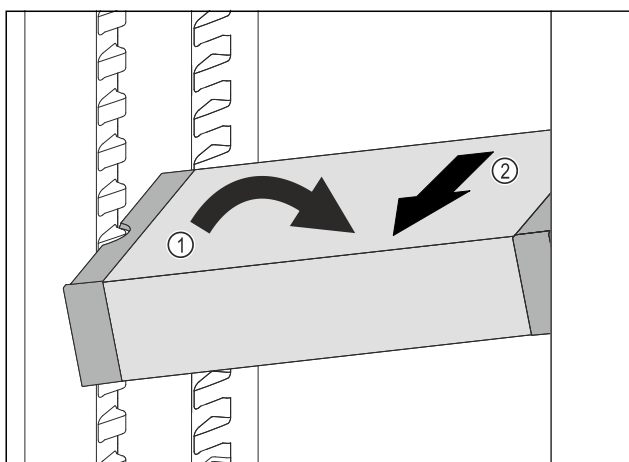

Fig. 141
- VarioSafe im Kühlteil schräg stellen. Fig. 141 (1)
- VarioSafe nach vorne entnehmen. Fig. 141 (2)